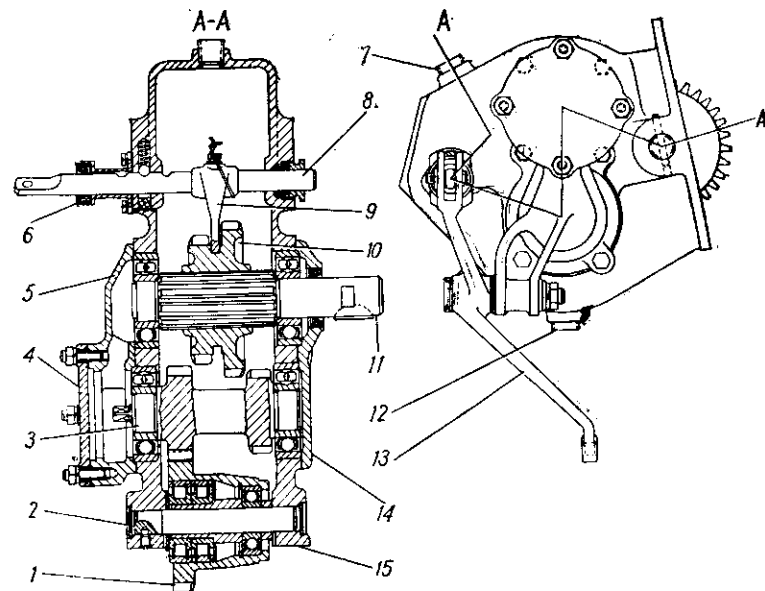

Рис. 32. Коробка отбора мощности на водомет:
Заправку и контроль уровня масла в коробке передач производите через отверстие в картере коробки отбора мощности на водомет, закрываемое пробкой 7 (рис. 32). Уровень масла должен доходить до нижней кромки отверстия.
Ведущая шестерня 1 (рис. 32) находится в постоянном зацеплении с блоком шестерен 3 промежуточного вала и передает крутящий момент или через блок шестерен промежуточного вала, или непосредственно на подвижный блок 10 вторичного вала 11, чем достигается соответственно прямое или обратное (реверс) вращение гребного винта водометного движителя машины. Переключение передач осуществляется перемещением штока 8, который через вилку 9 связан с подвижным блоком шестерен вторичного вала.
- поставьте шток 8 (см. рис. 32) в среднее фиксированное по-
— выверните пробку 7 (рис. 32) заправочного отверстия в картере коробки отбора мощности;